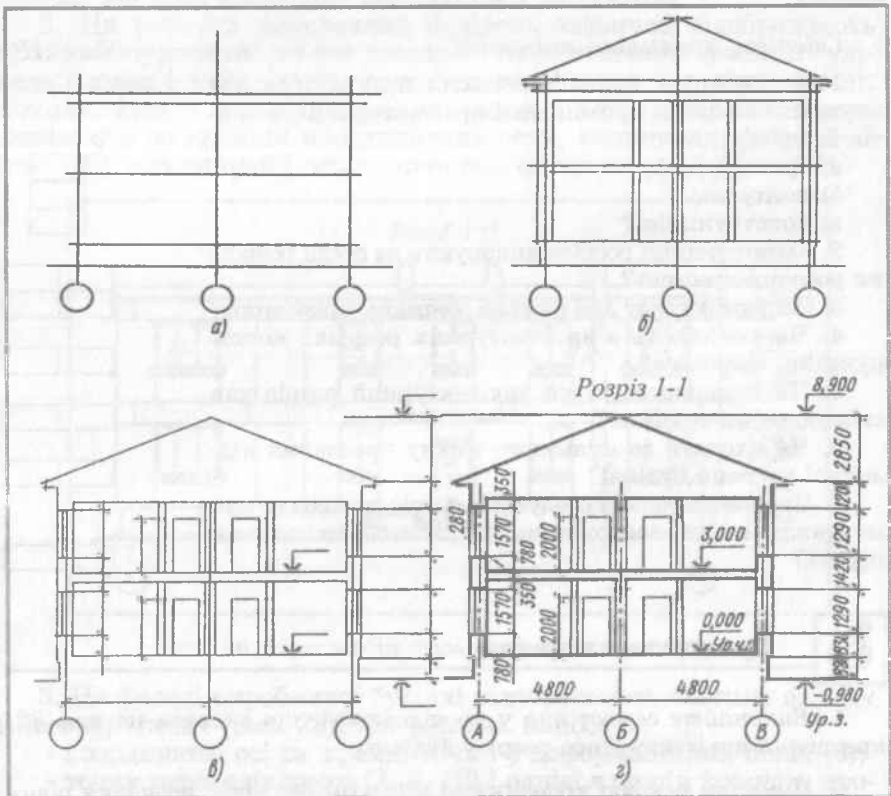

Рис. 25. Послідовність креслення розрізу будівлі
Проводять вертикальні координатні осі основних несучих конструкцій; поверхні землі, підлоги всіх поверхів, горіщного перекриття і карниза (рис. 25а).
Наносять тонкими лініями контури зовнішніх і внутрішніх стін, перегородок, які входять до розрізу, а також висоти міжповерхового і горіщного перекриттів і гребеня даху (рис. 25б).
розмірні лінії, кружечки для маркування координатних осей і висотних позначок (рис. 25в).
Остаточню обводять розріз (олівець М, ТМ), проставляють відповідні висотні позначки та розміри, роблять чіткі пояснювальні написи, вказують назву розрізу, усувають зайві лінії (рис. 25г).
1. Виконайте самостійно креслення архітектурного розрізу будівлі у послідовності, що вказана на рис. 25.